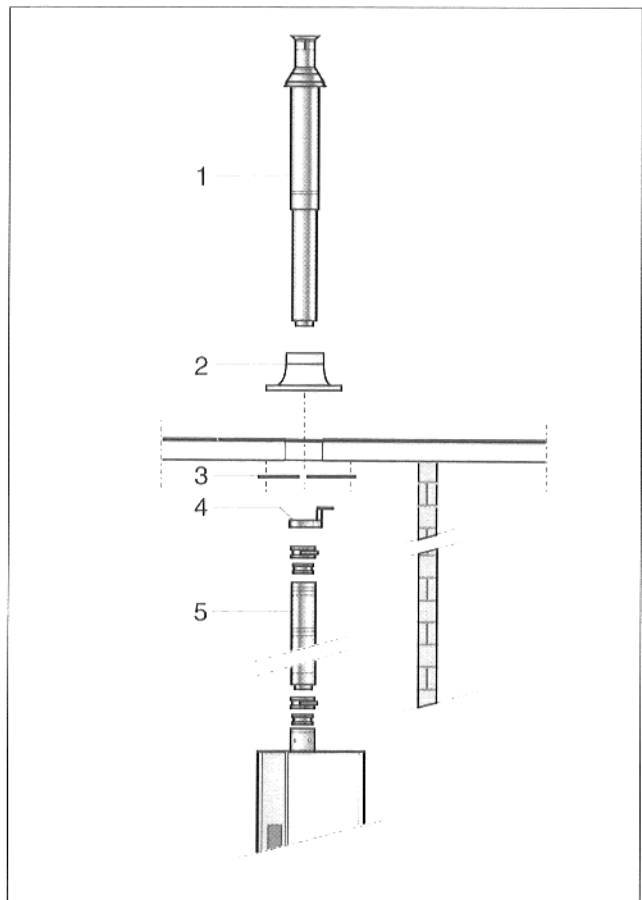

Abb. 11 Montage Dachdurchführung Flachdach
- Die Montage erfolgt analog der beim Schrägdach, wobei an Stelle des Universal-Dachziegels mit Regenkappe (Zubehör) ein Klebeflansch (Zubehör, Abb. 11, Pos. 2) verwendet wird.